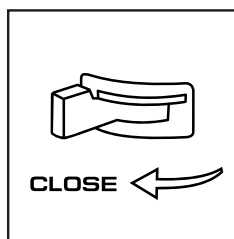

Рис. 24
3. Перекройте топливный кран. (крайнее левое положение рычага) (Рис. 24).